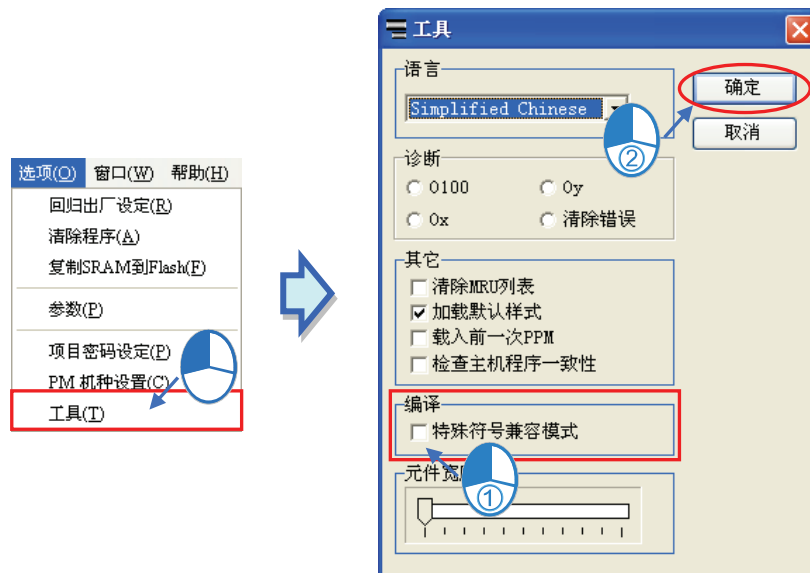

图 13-44 特殊符号兼容模式
某些特殊字符是被禁止使用宣告为变量符号的，当用户必须使用此类字符作为变量符号时，可以于 **选项 (O) > 工具 (I)**，开启工具窗口，勾选「特殊符号兼容模式」，便可允许使用此类特殊字符，如图 13-44，但考虑程序的兼容性与可移植性，建议用户不要使用特殊字符作为变量符号，默认为不勾选。